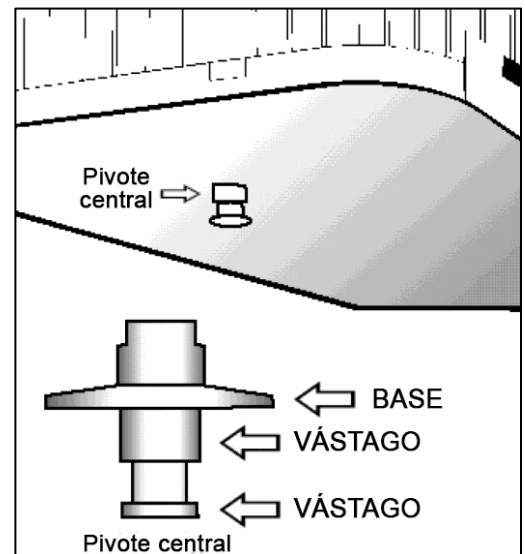

Figura 6.8
- Mordazas bloqueadas alrededor del vástago, no de la cabeza de la clavija maestra. (Vea la Figura 6.8.)